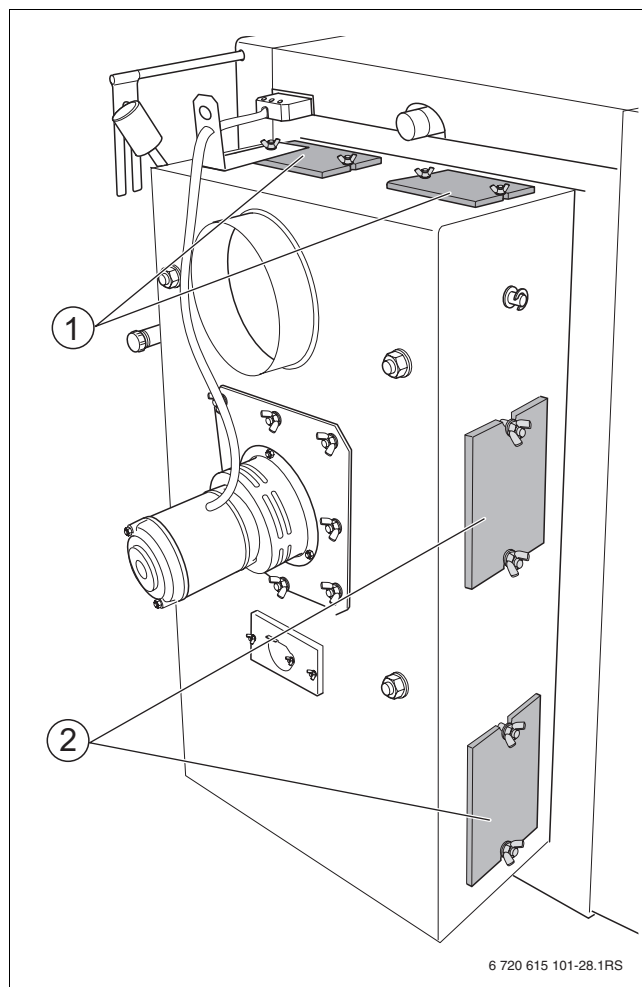

Fig. 25 Pozzetti di pulizia sul collettore fumi
- Verificare mensilmente il collettore fumi (→ fig. 25, pag. 24) e se necessario pulirlo.